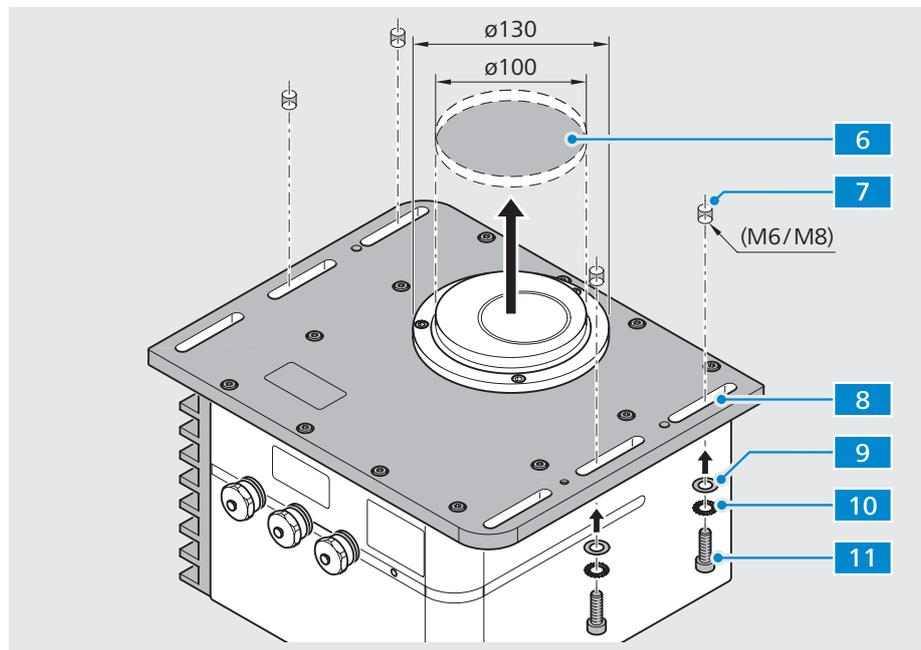

Abb. 9 Corona extreme montieren
- Vorbereitete kundenseitige mechanische Schnittstelle (siehe Abb. 9 auf Seite 21)